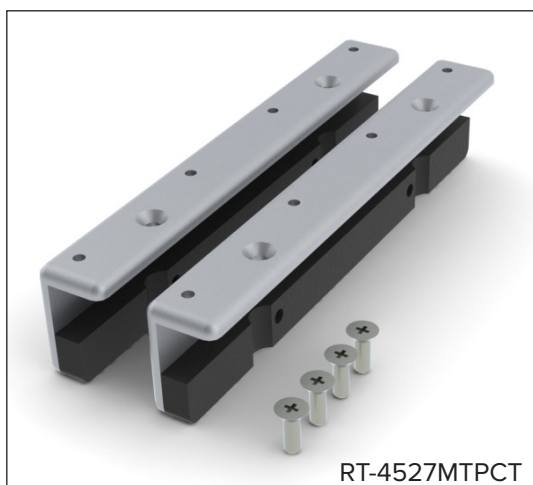

Fig. 20
1. Installer adapteren i posisjonen som vises nedenfor, i 2 av hullene med mellomrom på 140 mm (5,5 tommer) ved hjelp av 2 ¼-20 x ¾" skruer (fig. 20 og 21).